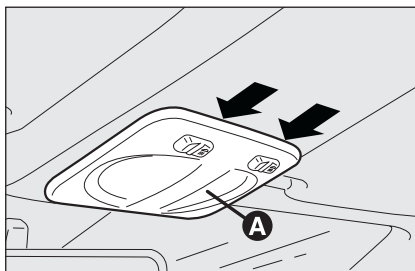
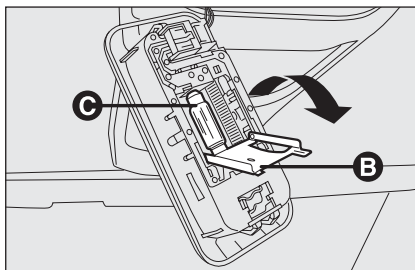

fig. 30
fig. 31
- agire nei punti indicati dalle frecce e rimuovere la plafoniera **A-fig. 30**;
- sostituire le lampade **C-fig. 31** svincolandole dai contatti laterali accertandosi che le nuove lampade risultino correttamente bloccate tra i contatti stessi;
- richiudere lo sportellino **B-fig. 31** e fissare la plafoniera **A-fig. 30** nel proprio alloggiamento accertandosi dell'avvenuto bloccaggio.